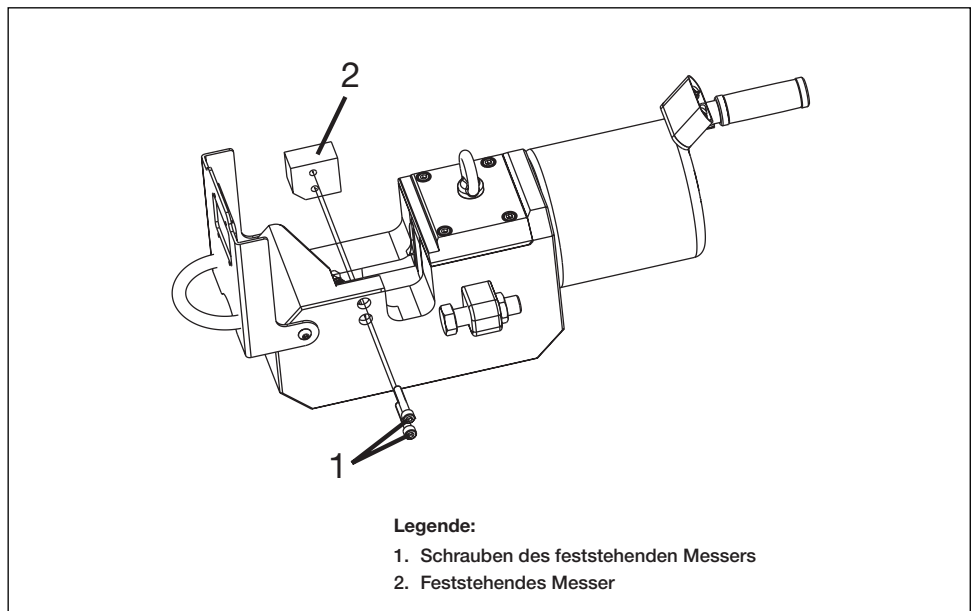

Abbildung 15, Austausch des feststehenden Messers
Der Austausch des feststehenden Messers ist in den folgenden Schritten durchzuführen: Siehe Abbildung 15, Elemente 1 und 2.
6. Entfernen Sie die beiden Schrauben des feststehenden Messers (Abbildung 15, Element 1).
7. Entfernen Sie das verschlissene feststehende Messer (Abbildung 15, Element 2), und tauschen Sie es gegen ein neues feststehendes Messer aus.
8. Bringen Sie zwei NEUE Schrauben des feststehenden Messers an (Abbildung 15, Element 1). Die neuen Schrauben des feststehenden Messers sind im Lieferumfang des neuen Messers enthalten. Drehmoment 50 Nm [37 ft-lb]. Tragen Sie vor der Montage die Gewindeversiegelung Loctite 243 (oder gleichwertig) auf die Schraubgewinde auf.